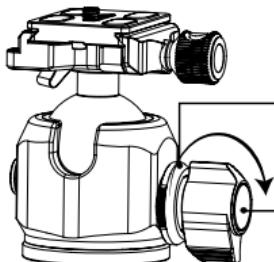
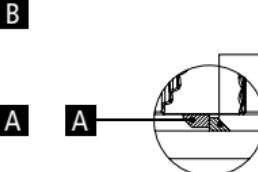
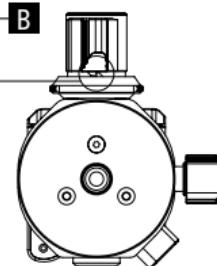

Abb. 1
Abb. 2:
Abb. 3
2. Lösen Sie die Hauptverriegelungsschraube A (Abb. 1) und schwenken Sie die Kameraplatzform vorsichtig, bis Sie die gewünschte Bewegungsempfindlichkeit gefunden haben.
3. Ziehen Sie dann den Dämpfungs-Knopf B heraus (Abb. 1) und drehen Sie ihn im Uhrzeigersinn, bis die beiden Stopper sich treffen (Abb. 2).
1. Ziehen Sie den Dämpfungs-Knopf [6] heraus (Abb. 1) und lassen Sie ihn los, wenn er gegen den Uhrzeigersinn in die entsprechende Position gedreht ist.
2. Drehen Sie die Hauptverriegelungsschraube [7] gegen den Uhrzeigersinn (Abb. 1) bis zum Anschlag des Dämpfungs-Knopfes [6] (Abb. 3), um die Kugel vollständig zu lösen und zu bewegen.